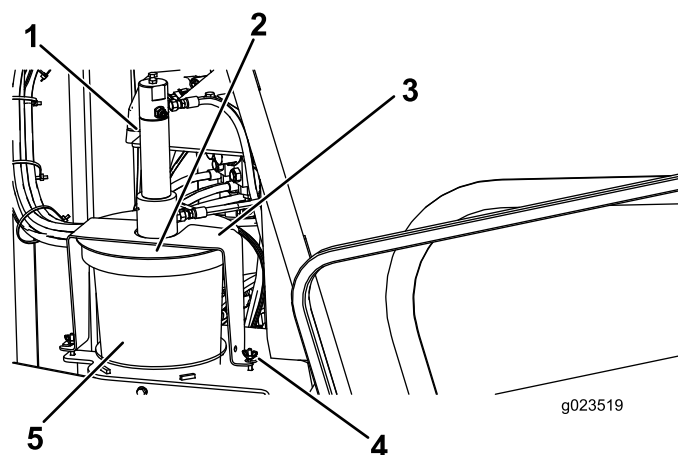

Figure 65
3. Desserrez les écrous à oreilles qui fixent les brides de maintien du couvercle sur la machine (Figure 65).
4. Tournez le couvercle et retirez les brides de maintien des boulons de fixation (Figure 65).
5. Soulevez le couvercle et déposez-le du bidon vide de composé d'étanchéité (Figure 65).
7. Placez le plongeur dans le bidon plein et abaissez le couvercle sur le bidon (Figure 65).
8. Glissez les brides sur les boulons de fixation et tournez le couvercle de manière à engager les brides sur les boulons (Figure 65).